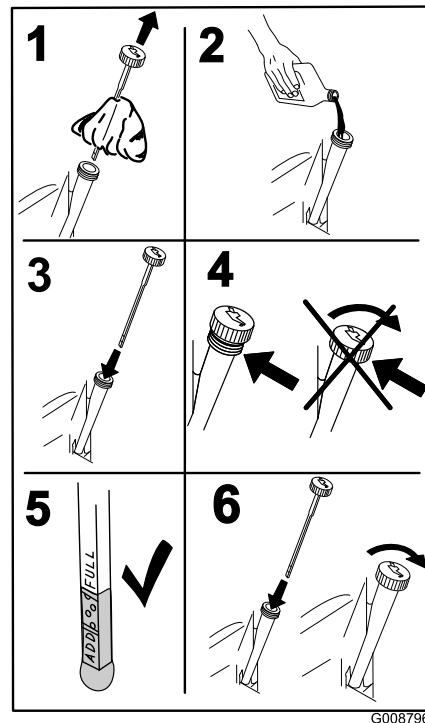

Figure 39
5. Versez lentement environ 80% de l'huile spécifiée dans le tube de remplissage puis faites l'appoint lentement jusqu'à ce que le niveau atteigne le repère du plein (**Full**) (Figure 39).